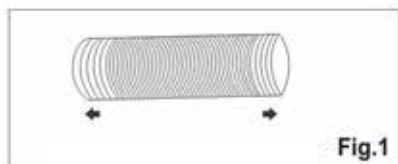
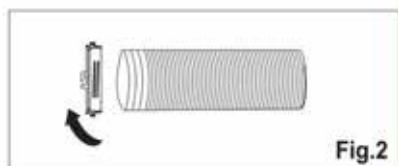

Fig.1
Fig.2
1. Allungare un lato del tubo (Fig.1) e avvitare il bocchettone all'ingresso del tubo (Fig.2).